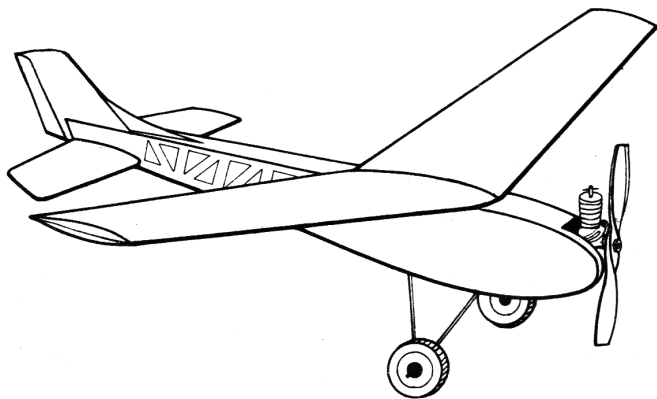

图 1-12 无线电遥控模型飞机
(3) 无线电遥控模型飞机——是以活塞式内燃机为动力，带动旋翼旋转，使模型上升，在模型中安放无线电收信机和随动器，地面用发射机操纵可以使它在空中垂直上升、垂直下降、悬浮、前进和转弯等，如图1-12。